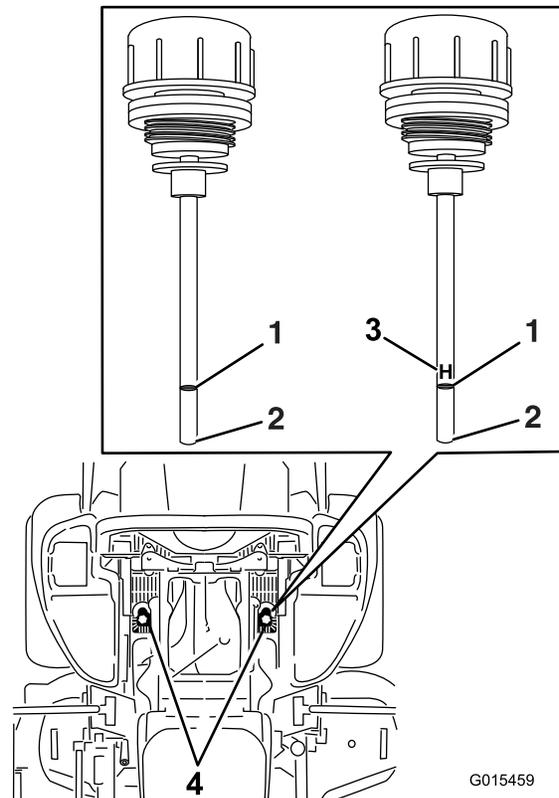

Figura 91
6. Limpie la zona alrededor de las varillas de los depósitos del sistema hidráulico (Figura 91).
7. Retire una varilla del depósito hidráulico (Figura 91).
9. Retire la varilla e inspeccione el extremo (Figura 91). Si el nivel de aceite está en la marca Add (añadir), vierta lentamente en el depósito hidráulico sólo la cantidad de aceite necesaria para que el nivel llegue hasta la marca de Lleno o H.